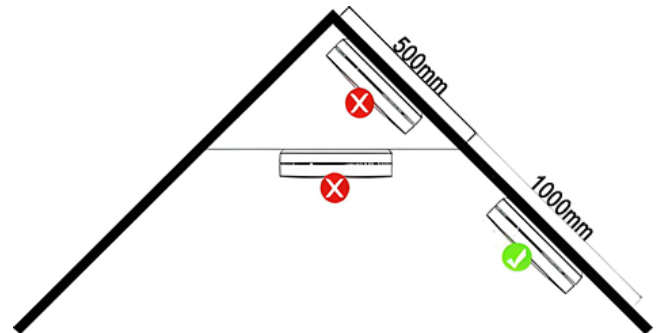

Abbildung 2
7. Falls die Wand oder Decke schräg ist, muss der Alarm min. 500mm vom höchsten Punkt entfernt im Raum installiert werden. (Abb. 2).